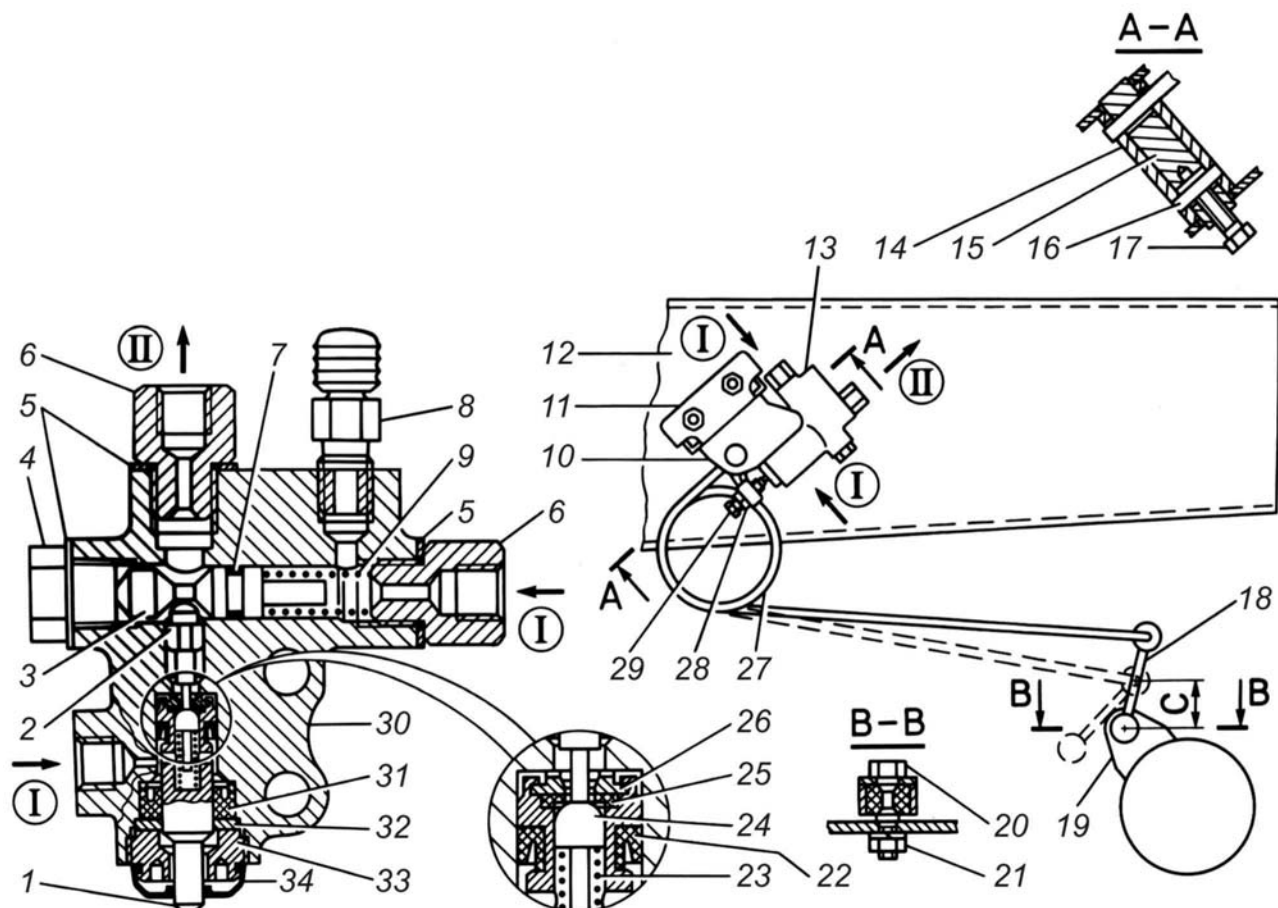

Рис. 9.7. Регулятор давления:
2. Отвернуть гайку 21 (рис. 9.7) оси 20 стойки регулятора и отсоединить нижний конец стойки 18 от кронштейна 19 моста.